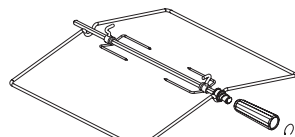
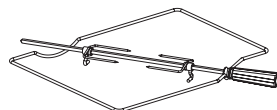

рис. 14
рис. 14.1
1.Плиты могут комплектоваться вертелом различной конструкции, со съемной рукояткой (рис.14). В зависимости от комфортности плиты могут комплектоваться вертелами другого исполнения (рис.14.1). Для вертела (рис. 14, рис.14.1) при установке и извлечении использовать рукоятку, которая накручивается на резьбовую втулку.
Во время приготовления дверца должна быть закрыта, для вертела (рис. 14, рис. 14.1) рукоятка должна быть снята.